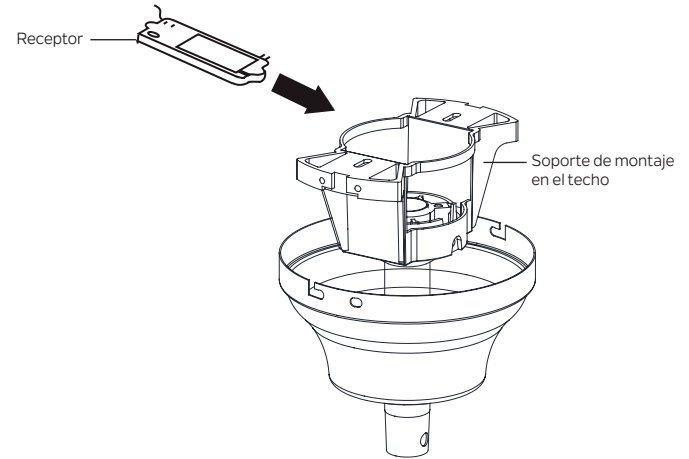

Figura 13
Paso 1. Inserte el receptor en el soporte de montaje del techo con el lado plano del receptor orientado hacia el techo. **(Figura 13)** Para lograr un mejor rendimiento, asegúrese de que el cable negro de la antena (en el extremo del receptor), permanezca extendido y no se enrede con ninguno de los cables eléctricos.